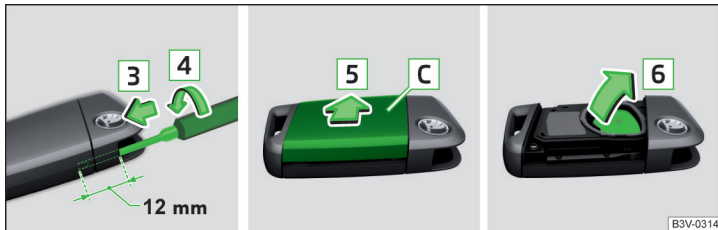

Abb. 349 Abdeckung lösen / Batterie herausnehmen
- › Einen schmalen Schlitzschraubendreher (3 mm breit) ungefähr 12 mm in die entstandene Öffnung in Pfeilrichtung **3** einschieben » Abb. 349.